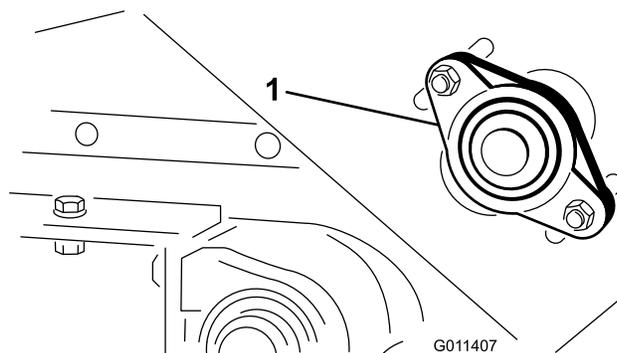

図 22
1. ベアリングハウジング（図 22）を機体右側に固定しているナットをゆるめる。